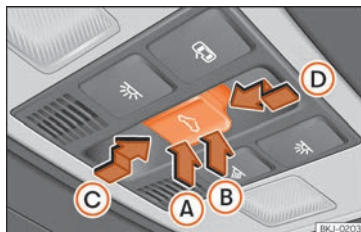

Fig. 141 Dans le ciel de pavillon : touche du toit ouvrant.
La touche fig. 141 présente deux niveaux. Le premier niveau permet de situer le toit en position déflectrice, d'ouvrir ou fermer entièrement ou partiellement le toit ouvrant.
- Avant que ne s'écoulent environ 5 secondes à partir de l'activation du dispositif anti-pincement, appuyez sur la touche  » **fig. 141** jusqu'au second niveau dans le sens de la flèche » **fig. 141**  jusqu'à ce que le toit se ferme complètement.